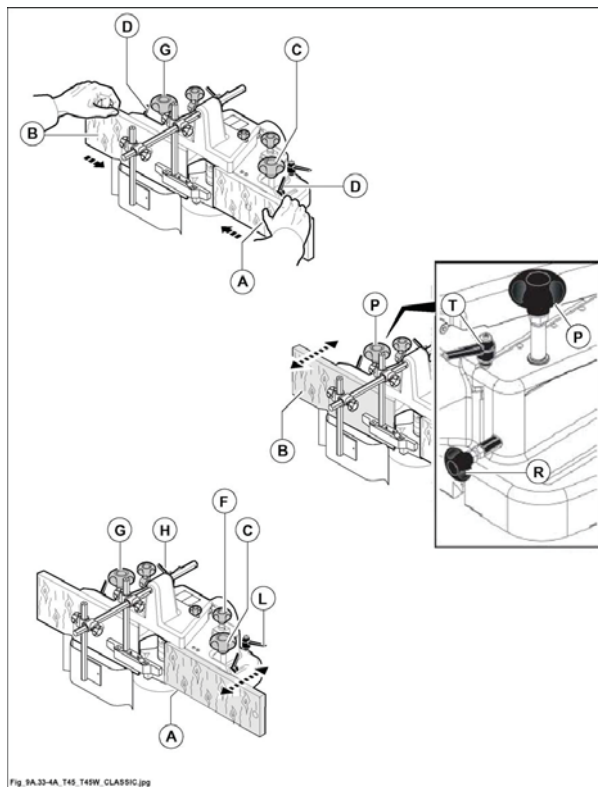

Fig. 9.33-4A
In questa configurazione è possibile arretrare la guida in uscita (B fig. 9.33-4A) fino a 5 mm.
- Allentando i pomelli (G, C fig. 9.33-4A) spostare l'intera guida cuffia nella posizione più idonea alla profondità di asportazione che si vuole ottenere, poi serrare i pomelli.
- Le semiguide (A e B fig. 9.33-4A) devono essere il più vicino possibile all'utensile (circa 2-3 mm). Per effettuare questa regolazione agire sulle maniglie (D fig. 9.33-4A) poste dietro alle rispettive semiguide.
Per un'ulteriore regolazione micrometrica della profondità di asportazione registrare la semiguida (B fig. 9.33-4A) come segue:
- allentare la maniglia (T fig. 9.33-4A).
- Svitare il registro ruotando il pomolo (R fig. 9.33-4A) in senso antiorario.
- Ruotare il pomello (P fig. 9.33-4A) in senso orario per ottenere l'arretramento voluto della guida (B fig. 9.33-4A).
- Serrare la maniglia (T fig. 9.33-4A).
Per registrare micrometricamente la semiguida (A fig. 9.33-4A):
- accertarsi che la leva (H fig. 9.33-4A) e il pomello (G fig. 9.33-4A) siano bloccati.
- Allentare il pomello (C fig. 9.33-4A) e la leva (L fig. 9.33-4A).
- Ruotare il pomello (F fig. 9.33-4A) e, con una barretta, controllare l'allineamento della semiguida con l'utensile.
- A regolazione eseguita serrare pomello (C fig. 9.33-4A) e la leva (L fig. 9.33-4A).
- Ruotare il pomolo (P fig. 9.33-4A) in senso antiorario fino a battuta.
- Ruotare il pomolo (R fig. 9.33-4A) in senso orario fino a battuta.
- Arretrare la guida (B fig. 9.33-4A) ruotando il pomolo (P fig. 9.33-4A) in senso orario fino a battuta.